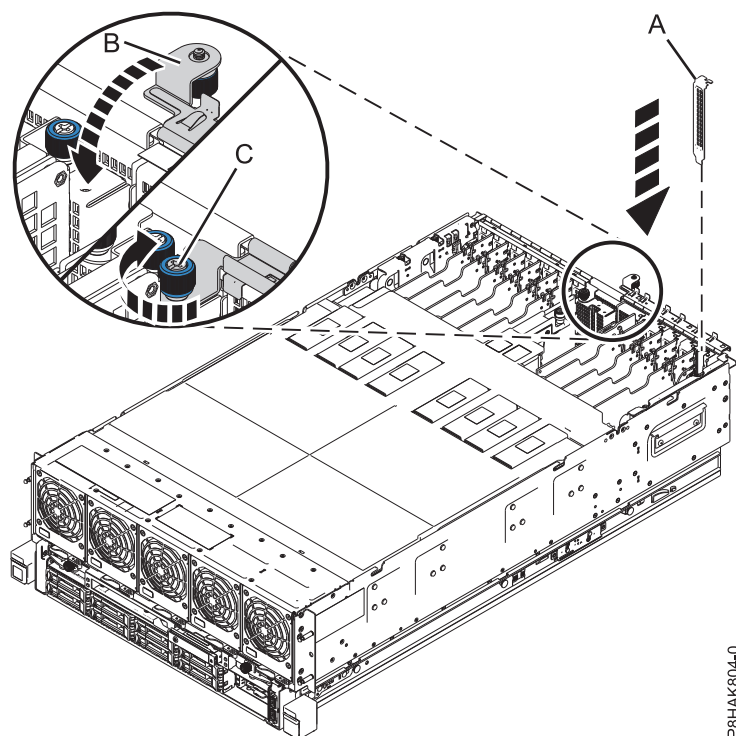

図 22. 8408-44E または 8408-E8E システムの PCIe アダプター・スロットへのフィラーの取り付け
- a. フィラーのテール・ストックを慎重につかみ、フィラーをシステム・バックプレーンにあるスロットとコネクタに位置合わせします (37 ページの図 22 の (A) を参照)。
- c. 入出力保持ブラケットを、システム (B) の方向に下方へ回転させて、閉じます。 37 ページの図 22を参照してください。
- d. 図 22 に示すように、入出力保持ブラケットの拘束つまみねじを時計回りに回します (C)。